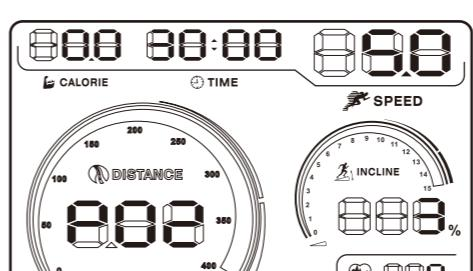

图32
2. 我们为您在面板上设置了燃脂训练程式快捷键，跑步机处于待机状态下，按下此键，屏幕上的时间窗口闪烁，按 SPEED（速度）的+（增加）/-（减少）键调整您的理想训练时间。（图32所示）。